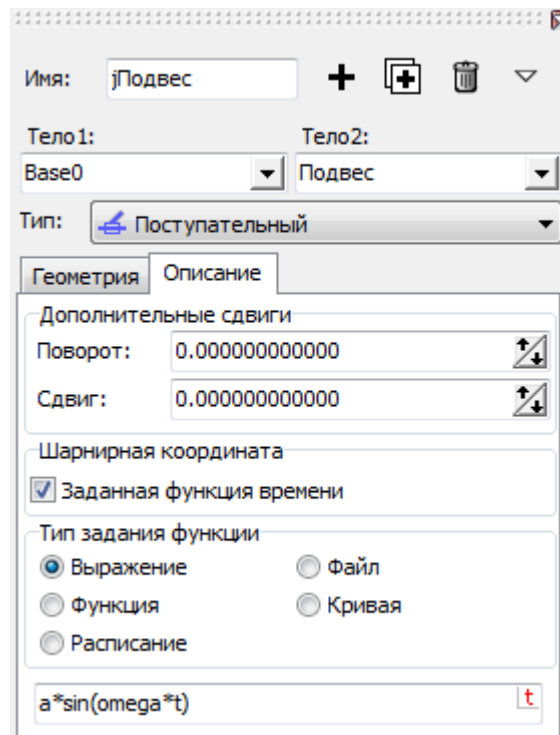

Рис. 2.9. Координата в шарнире как функция времени
7. В поле **Тип задания функции** выберите **Выражение** и в качестве выражения введите $a \cdot \sin(\omega \cdot t)$, см. рис. 2.9.